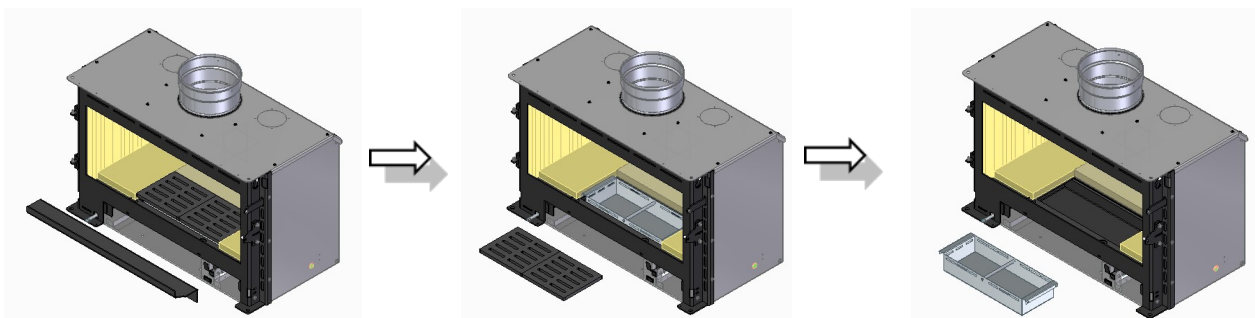

Figure 45 – Démontage des accessoires
b. Ensuite, retirez le déflecteur de cendres, le cendrier et le tiroir à cendres, voir Figure 45